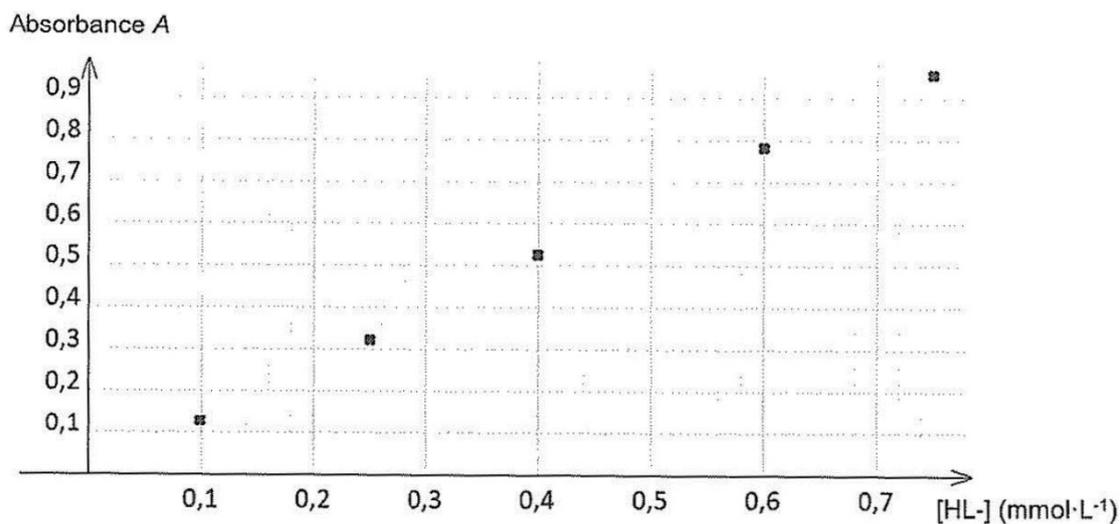

Figure 2 – Courbe d'étalonnage de l'espèce HL^-
Pour $\lambda_{\text{max}} = 535 \text{ nm}$, on a mesuré l'absorbance de chaque solution étalon, ce qui a permis de tracer le graphique en **figure 2** présentant l'évolution de l'absorbance en fonction de la concentration en ion HL^- .
8. À partir de la **figure 2**, déterminer la quantité de matière en ion salicylate HL^- présente dans la crème et en déduire le pourcentage massique mesuré w_{mes} en ions salicylate dans la crème contre l'acné.